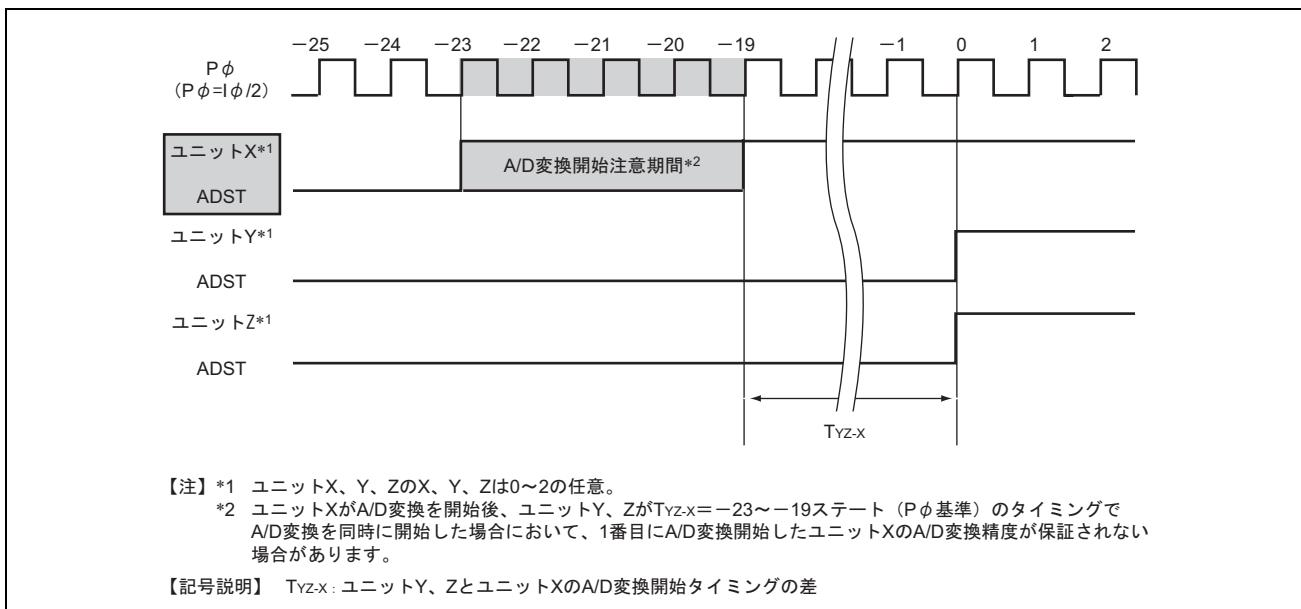

図 19.16 1番目に A/D 変換を開始したユニット X の、A/D 変換精度が保証されない場合の動作タイミング 1
- 図19.16に示すように、ユニットXがA/D変換を開始後、ユニットY、Zが $T_{YZ-X} = -23 \sim -19$ ステート ( $P\phi$ 基準) のタイミングでA/D変換を同時に開始した場合において、1番目にA/D変換開始したユニットXのA/D変換精度が保証されない場合があります。